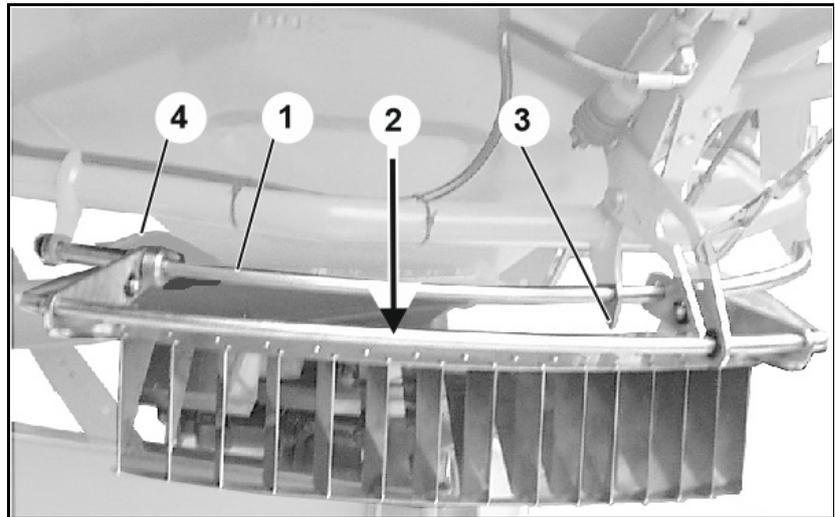

図 76
- 設定は境界散布デフレクターをガイドブラケット (図 76/1) 上ですらすことで行います。
- 散布表で読み取る必要のある値は境界散布デフレクターでも確認できます (図 76/2)。
- シリンダホルダの先端は、設定値用の表示器になります (図 76/3)。
1. 回転ハンドル (図 76/4) を外します。